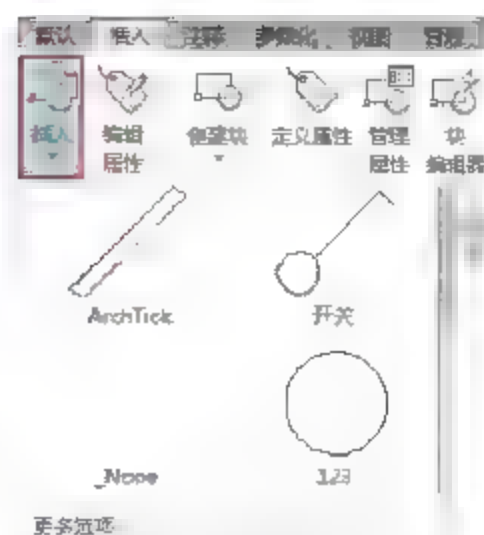

图7-9 单击按钮
- 【插入】选项卡：在【插入】选项卡中，单击【块】面板中的【插入】按钮，如图7-9所示。